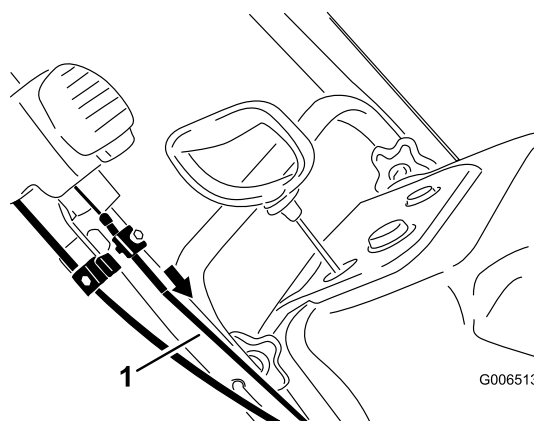

Figure 45
5. Tirez la gaine du câble supérieur vers l'avant pour supprimer le mou, puis serrez la vis du serre-câble solidement (Figure 45).